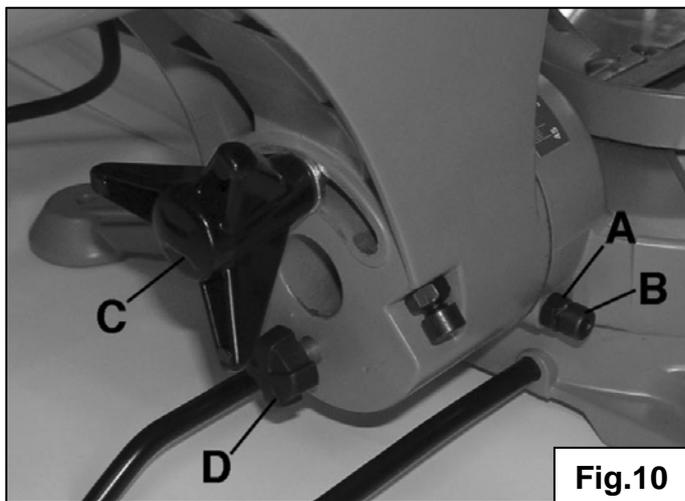

Fig.10
- Allentate i dadi di bloccaggio **(A)** **Fig.10** (situati su ciascun lato del pomello di inclinazione della testa della troncatrice) per liberare i due bulloni **(B)**.